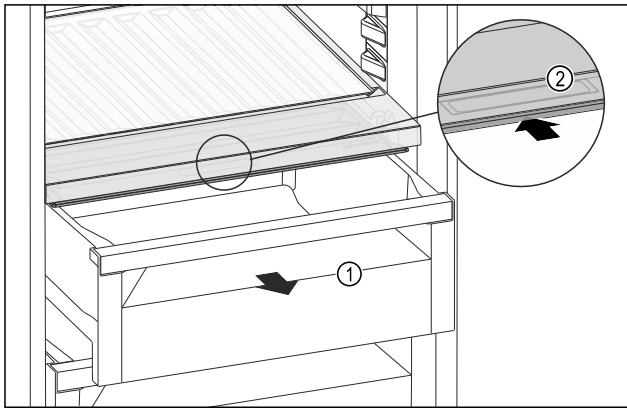

Fig. 173
- ▶ Schubfach Fig. 173 (1) herausziehen.
- ▶ Griffmulde Fig. 173 (2) am Fachdeckel anfassen und Fachdeckel gleichzeitig nach hinten schieben.